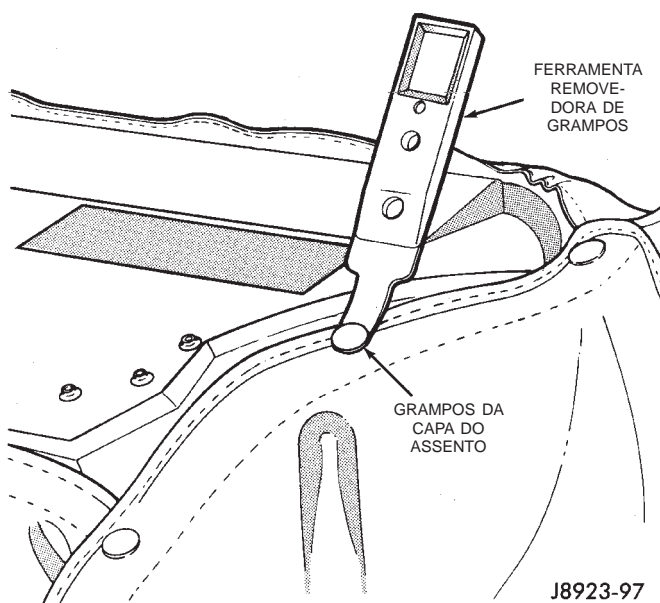

Fig. 14 Remoção do Grampo de Retenção da Capa do Estofamento do Assento
- (3) Remova os retentores serrilhados das extremidades frontais da capa com uma ferramenta de remoção de painéis de acabamento (Fig. 14).
- (4) Remova a capa do assento do estofamento.